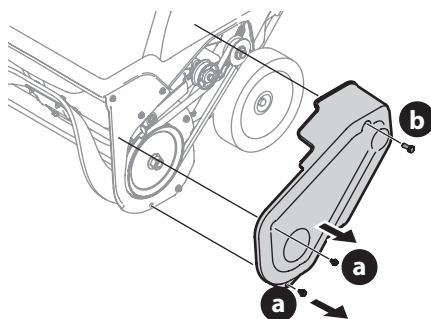

Figure 28
4. Para sacar la cubierta de la correa saque los dos tornillos de arandela hexagonal (a) y el tornillo de seguridad hexagonal (b) que la sujetan al bastidor (Figure 28).